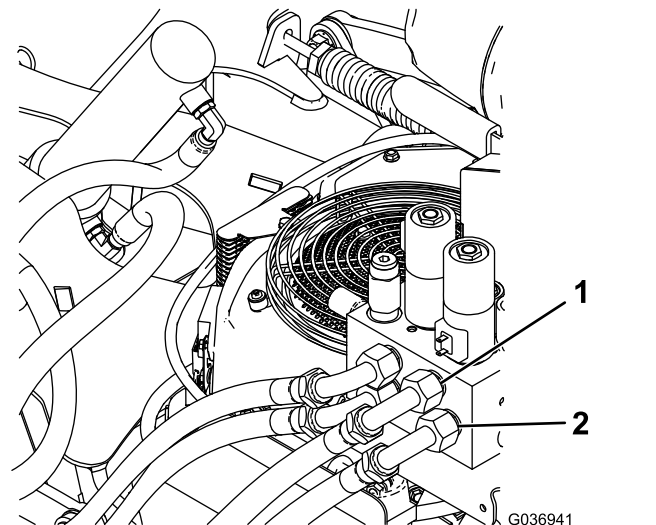

Figure 10
1. Branchez l'extrémité libre du flexible relié à l'orifice C3 du collecteur au raccord à 90° situé au sommet du vérin hydraulique (Figure 10).
2. Branchez l'extrémité libre du flexible relié à l'orifice C4 du collecteur au raccord à 90° situé au bas du vérin hydraulique (Figure 10).